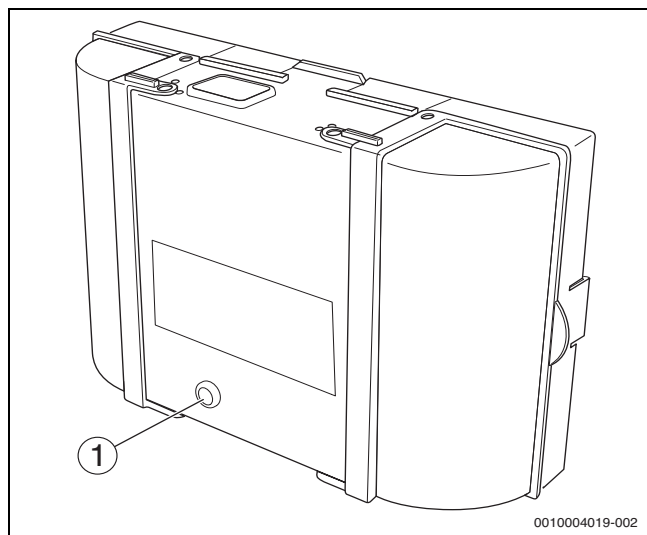

Fig. 14 Risoluzione delle anomalie dell'automatismo di combustione
- Premere il tasto reset sull'automatismo di combustione (→ fig. 14). Sul display non appare più la disfunzione.